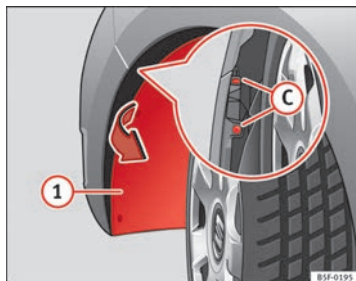

Fig. 149 Projecteur antibrouillard : accès au connecteur et au porte-ampoule.
- Tirez l'aile (1) ⇒ fig. 149 pour avoir accès aux 2 vis (C) ⇒ fig. 149 du pare-chocs qui sont cachées.